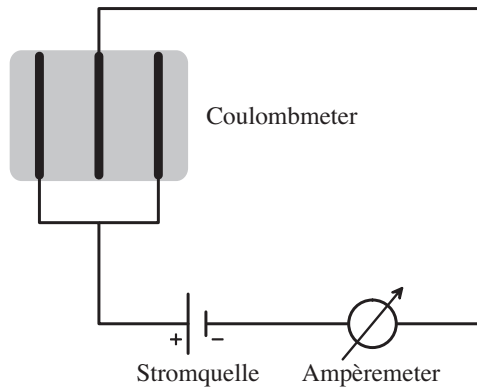

Abbildung 1.3: Versuchsanordnung
- Platziere die Kupfer-Elektroden in den grauen Kunststoff-Behälter und schliesse die Kabel gemäss Abbildung 1.3 an.